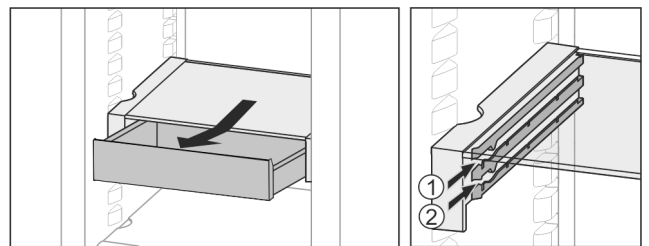

Fig. 36
▶ Introduceți la înălțimea dorită Fig. 36 (1) sau Fig. 36 (2).